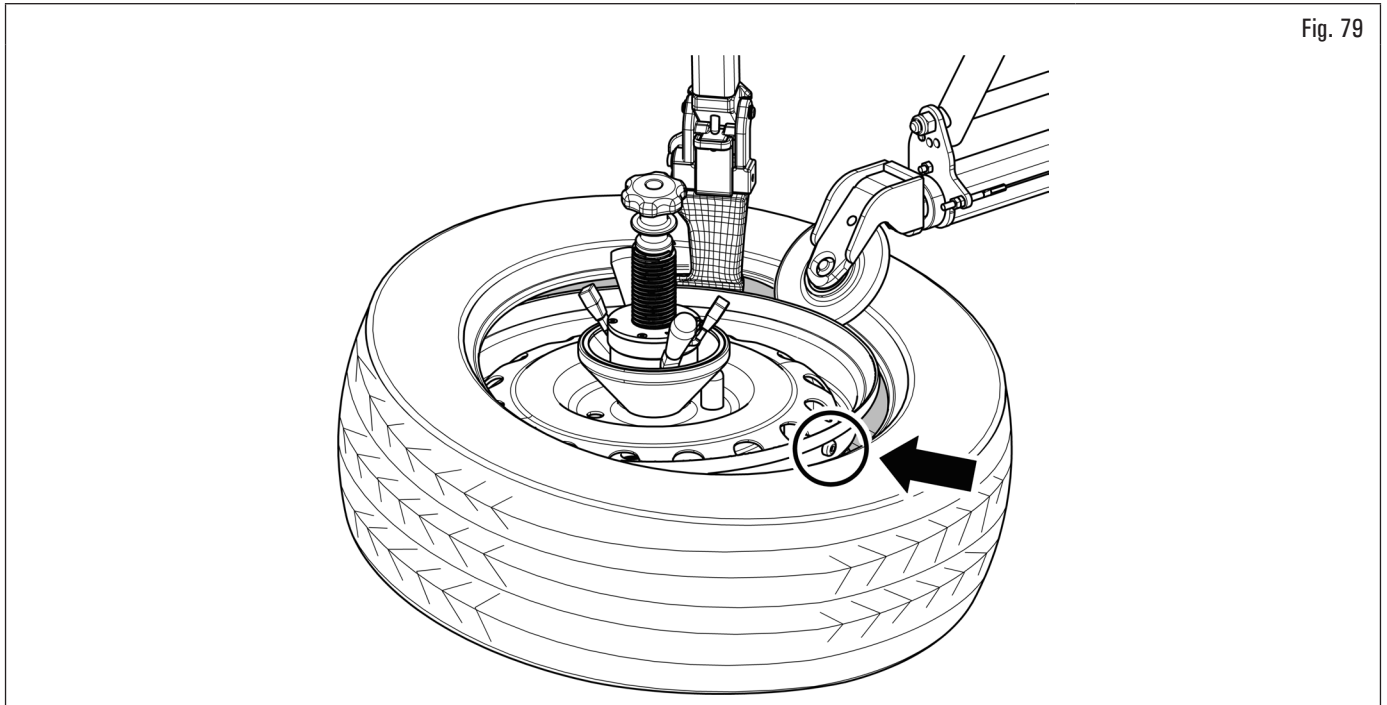

Fig. 79
4. en appuyant sur la pédale de rotation, positionner la soupape à environ 3 heures (voir Fig. 79). En agissant sur le bouton approprié (Fig. 6 réf. C (INF)), positionner la tête de l'outil sur le bord de la jante ;
5. en agissant sur le poussoir approprié (Fig. 6 réf. 2 (D)), utilisez le rouleau décolle-pneus supérieur pour pousser le talon du pneu sous le bord de la jante (Fig. 79) ;